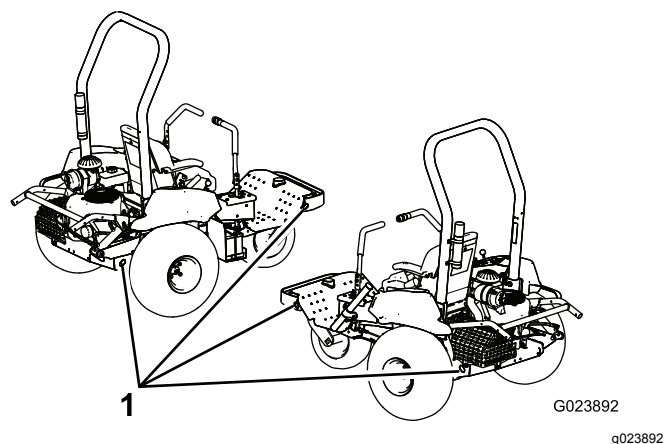

Figure 30
5. Servez-vous des points d'attache sur la machine (Figure 30) pour arrimer solidement la machine sur le véhicule de transport avec des sangles, des chaînes, des câbles ou des cordes.